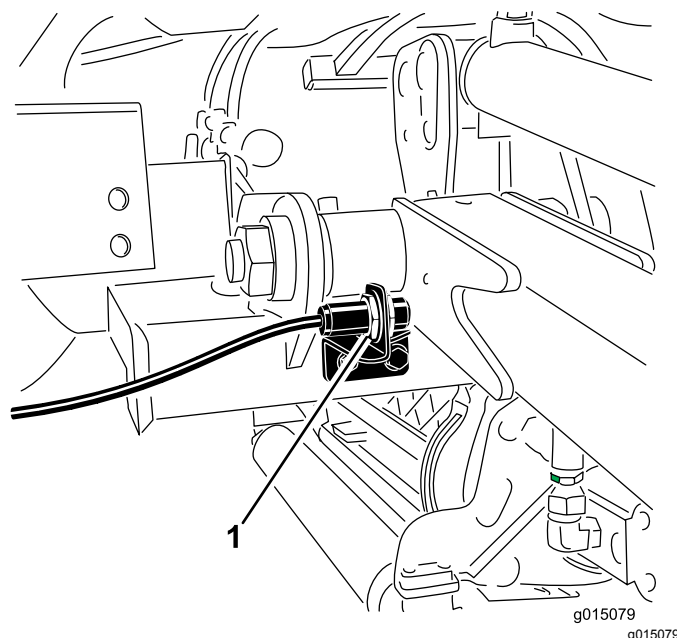

Рисунок 35
2. Переключатель подъемного рычага расположен позади переднего правого подъемного рычага (Рисунок 35).
3. Ослабьте крепежные винты переключателя (Рисунок 35) и переместите переключатель вверх, чтобы увеличить высоту поворота подъемного рычага, или переместите переключатель вниз, чтобы уменьшить высоту поворота подъемного рычага.